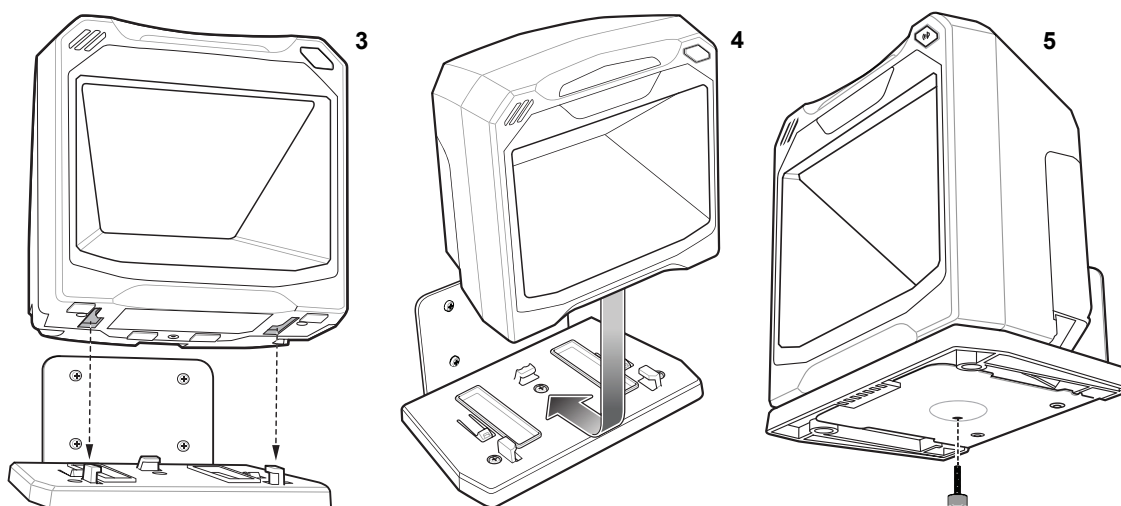

Рис. 1-12 Схема крепления на стене — крепление сканера на кронштейн
7. Рис. 1-12 – 3. Немного поверните сканер и совместите монтажные углубления с пластиковыми фиксаторами на кронштейне.
8. Рис. 1-12 – 4. Вставьте пластиковые фиксаторы в монтажные углубления сканера и сдвиньте сканер назад до щелчка.
9. Рис. 1-12 – 5. Чтобы дополнительно закрепить сканер на кронштейне, вставьте винт (входит в комплект поставки) в отверстие на нижней панели кронштейна и закрепите его на нижней панели сканера.